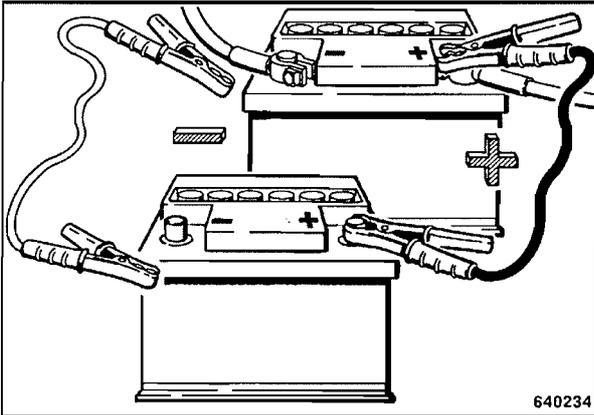

Fig. 33
- Para el arranque con una batería auxiliar primero se deben unir los dos polos positivos (Fig. 33) y a continuación los dos polos negativos (cable de masa).